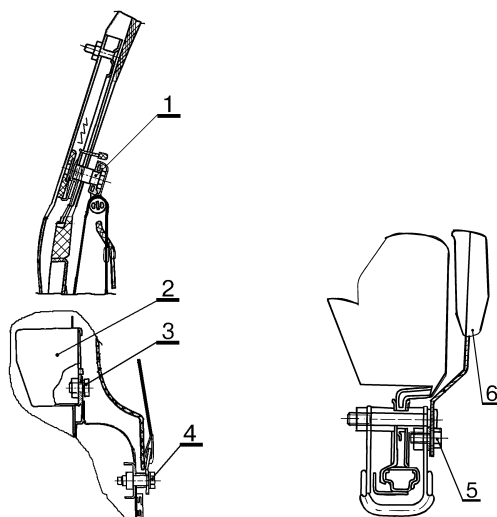

Рис.3. Крепление ремня безопасности 2114-8217020/021 переднего правого/левого к кузову.
2.2 Отвернуть болт 1, рис.3, крепления скобы ремня на центральной стойке (ключ 17 кольцевой).